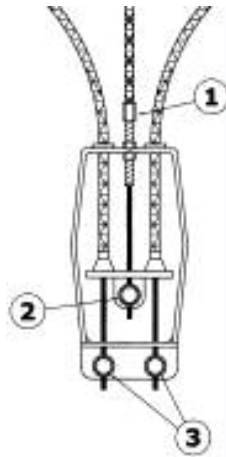

Abbildung 5
Der Bremsverteiler (Abbildung 5) befindet sich unter dem Sitz auf der Querstrebe des Fahrgestelles. Er dient dazu, die am Handhebel aufgebraachte Bremskraft synchron auf beide Trommelbremsen zu verteilen. Mit der Einstellschraube (1) am Bremsverteiler erfolgt lediglich eine Voreinstellung, die Feineinstellung wird mittels der Einstellschraube an der jeweiligen Bremse durchgeführt. An der Klemmschraube (2) wird das vom Handhebel ankommende Bremsseil und an den Klemmschrauben (3) werden die zu den Trommelbremsen abgehenden Bremsseile befestigt.